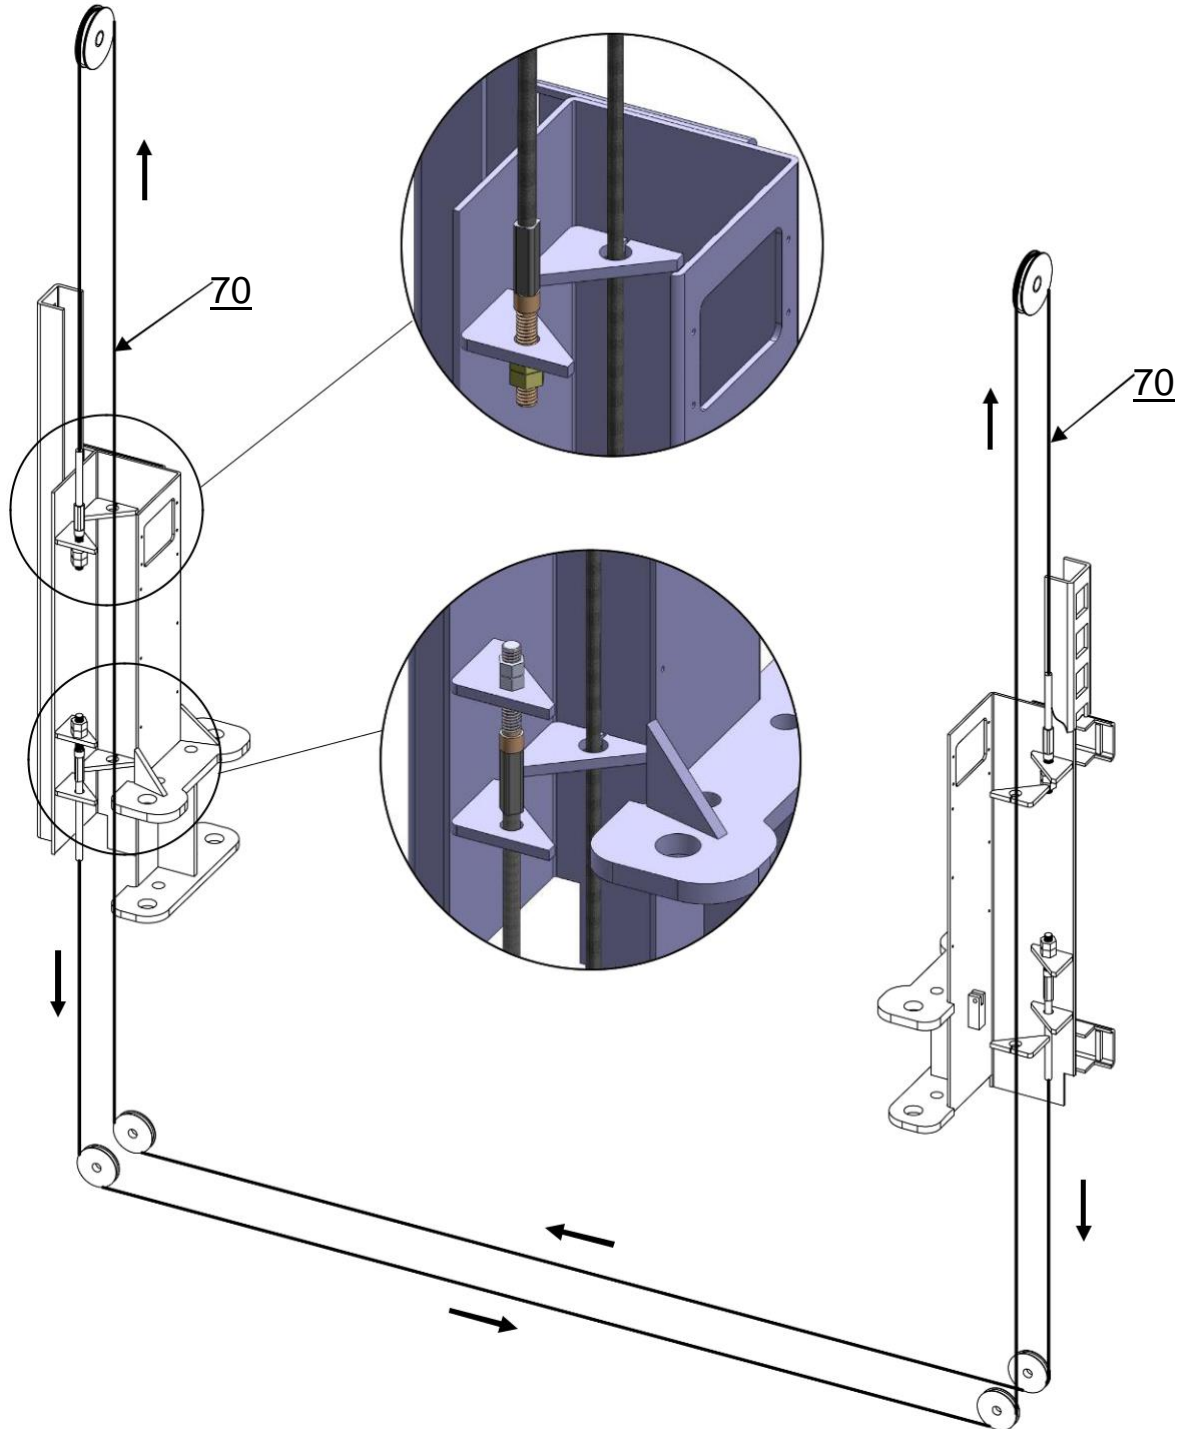

Рис. 21
2.2. Протяните трос до другой колонны (См. Рис. 21).